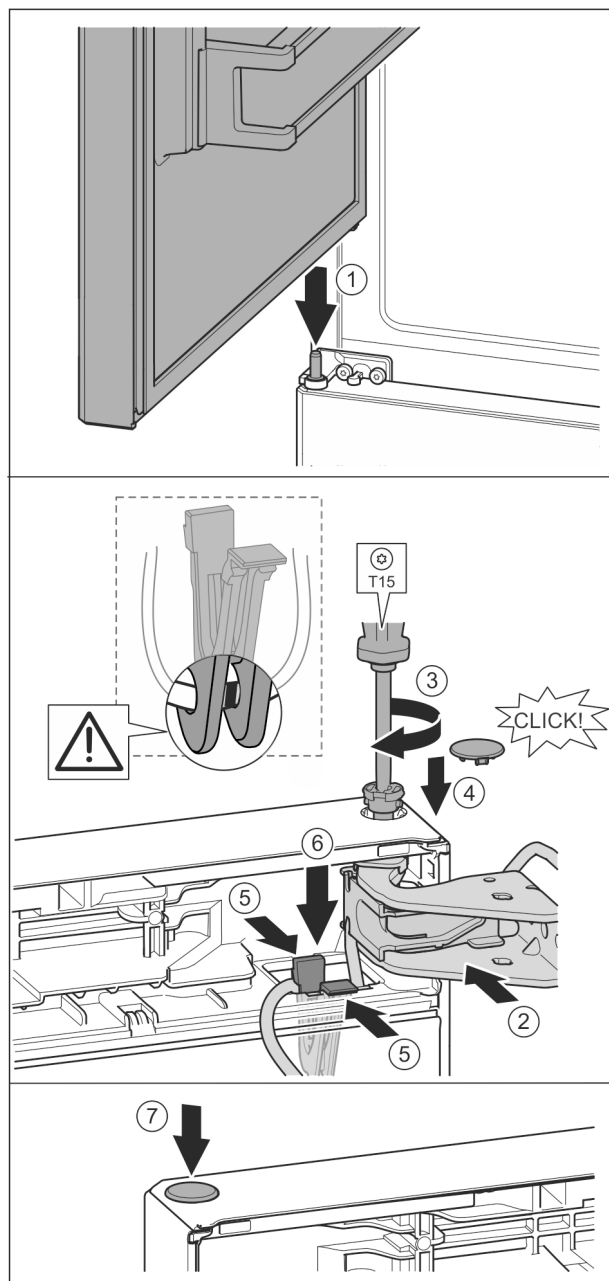

Fig. 36
- ▶ Bovenste deur op de middelste lagerbout plaatsen. Fig. 36 (1)
- ▶ Deur boven uitlijnen op de opening in de lagerbus. Fig. 36 (2)
- ▶ Bouten aanbrengen en met schroevendraaier T15 vastschroeven. Fig. 36 (3)
- ▶ Veiligheidsafdekking voor de veiligheid van de deur monteren: Veiligheidsafdekking aanbrengen en controleren of deze op de deur rust. Anders bout volledig aanbrengen. Fig. 36 (4)
- ▶ Houder met de hieraan bevestigde kabel in de opening aanbrengen. Fig. 36 (5)
- ▶ Houder naar onder drukken tot de las vastklikt. Fig. 36 (6)
- ▶ Stop aanbrengen. Fig. 36 (7)